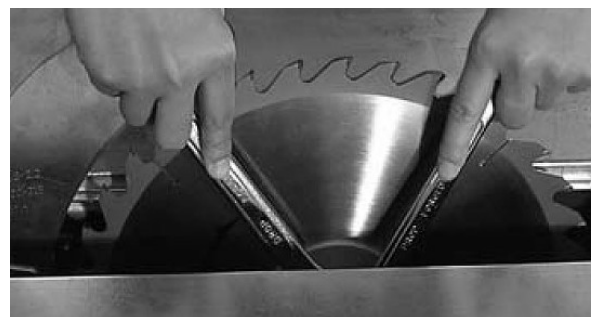

Fig. 33 : Changement de lame de scie
Étape 9 : Utilisez une clé à fourche (Fig.33) pour maintenir l'arbre. Tournez l'écrou hexagonal avec le filetage à gauche sur l'arbre du moteur.